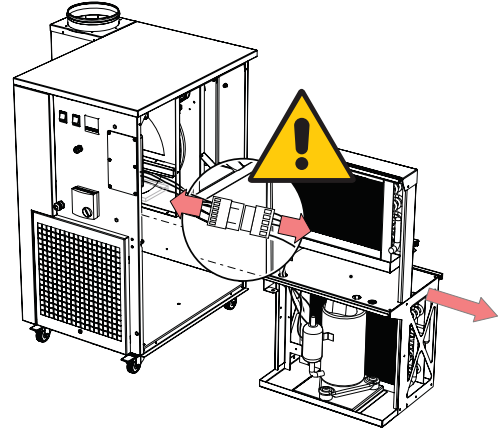

FIGURA 16: Sistema de refrigeración
4. Tire con cuidado del sistema de refrigeración y desconecte el conector. "FIGURA 16: Sistema de refrigeración"